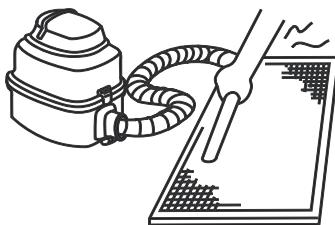

Fig. 13.3
- a. La section d'entrée d'air doit être orientée vers le haut lors de l'utilisation d'un aspirateur (Voir Fig. 13.3).